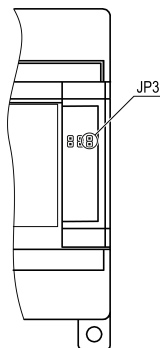

Рисунок 7.1 – Расположение перемычек
2. Снять крышку и установить перемычку на ХР3 – крайние правые контакты (см. *рисунок 7.1*).